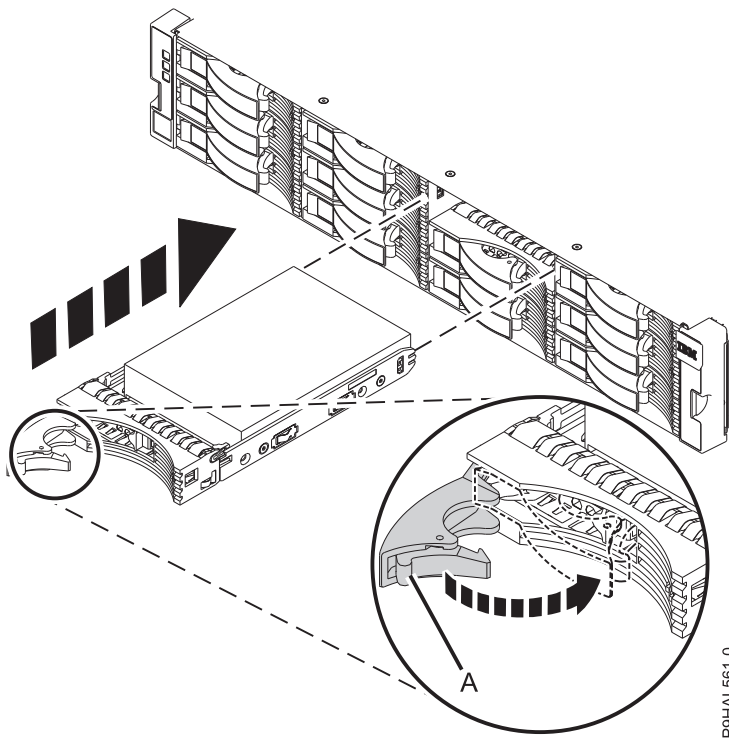
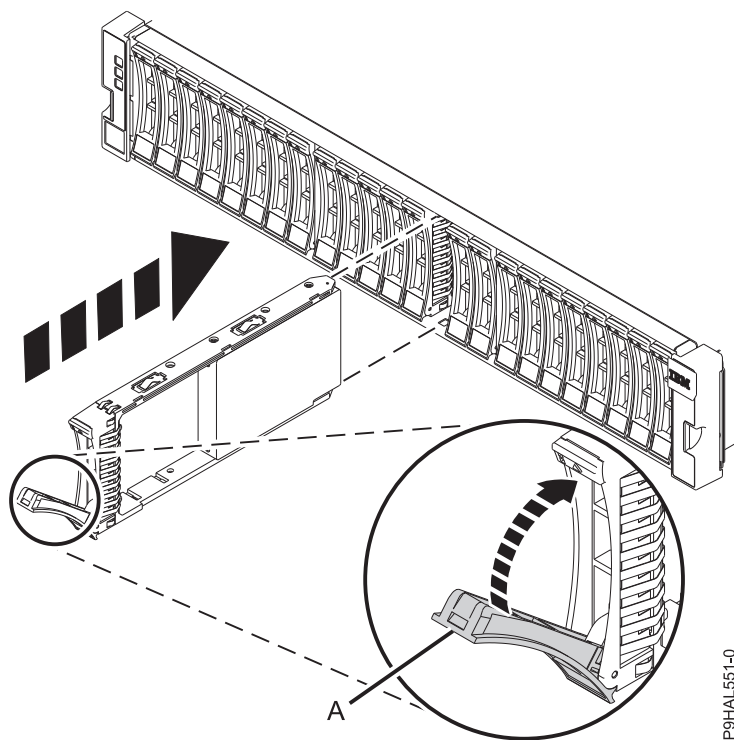

Figura 10. Instalación de una unidad en el alojamiento de almacenamiento ESLL
Figura 11. Instalación de una unidad en el alojamiento de almacenamiento ESLS
3. Con el asa en la posición de desbloqueo, sujete la parte inferior de la unidad mientras la alinea con los rieles de la guía del alojamiento. Consulte la Figura 10 o la Figura 11 en la página 11.